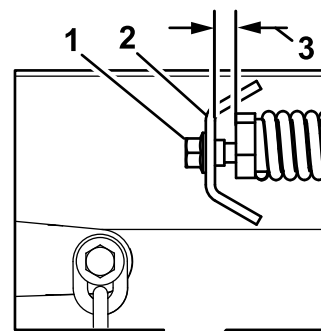

Figura 82
- B. Afloje lentamente el tornillo de ajuste del muelle auxiliar de elevación hasta que pueda retirar el tornillo (Figura 82).